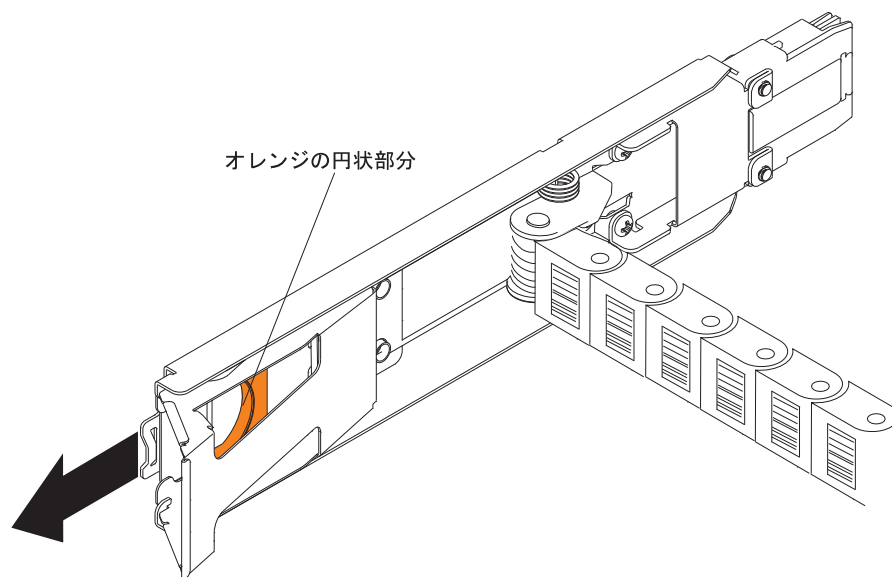

図 96. ミッドプレーンに接続される垂直取り付け金具
- a. ミッドプレーンから右のケーブル・チェーンの取り付け金具を切り離します。オレンジ色のハンドルをつかみ (図 96 を参照)、取り付け金具をストレージ拡張エンクロージャから引き出します。必要であれば、フラッシュライトを使用してオレンジ色の円状部分を見つけてください。